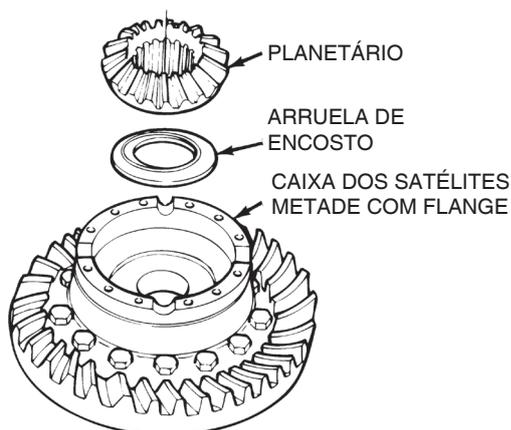

Figura 5.22
11. Instale uma arruela de encosto e o planetário dentro da caixa dos satélites metade com flange. Figura 5.22.